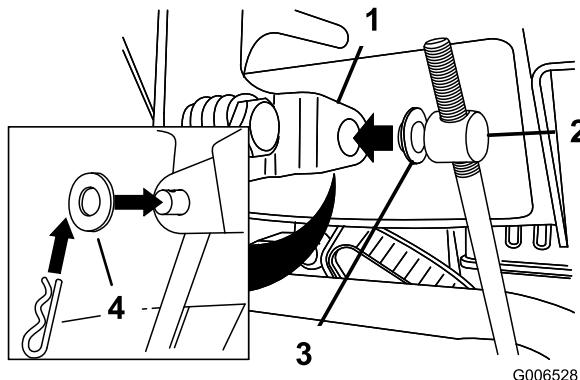

Figura 5
- Posizionate una rondella piana sul barilotto (Figura 5).
- Sollevate l'asta di comando della velocità ed inserite il barilotto nel foro della leva di selezione della velocità (Figura 5).
- Scollegate il barilotto dalla leva del selettore della velocità (Figura 5).
- Abbassate il barilotto sull'asta di controllo della velocità (senso orario) (Figura 5).
- Collegate il barilotto alla leva del selettore della velocità (Figura 5).